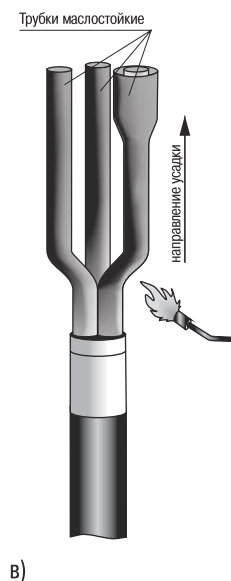

Рисунок 6
4.16 Снять оболочку с конца кабеля до первого кольцевого надреза. Надеть временный бандаж из 2–3 витков ХБ ниток на полупроводящую бумагу у среза оболочки. Удалить полупроводящую бумагу, поясную изоляцию, корделии и расцветочные ленты фазной изоляции (при их наличии) до ниточного бандажа. Убрать ниточный бандаж (рисунок 6а).
4.17 Развести жилы кабеля с радиусом изгиба жил не менее 10-кратной высоты сектора или диаметра жилы по изоляции. Обезжирить их салфеткой, смоченной в бензине или ацетоне. Закрепить фазную изоляцию на концах жил бандажом из двух-трёх витков ПВХ ленты (рисунок 6б).
4.18 Надеть на жилы кабелей маслостойкие трубки (прозрачные) до упора в «корешок» разделки кабеля. При необходимости обрезать верхнюю часть трубок по длине жилы. Усадить каждую трубку равномерным прогревом пламени горелки, начиная с «корешка» и далее, двигаясь к концу жилы (рисунок 6в).